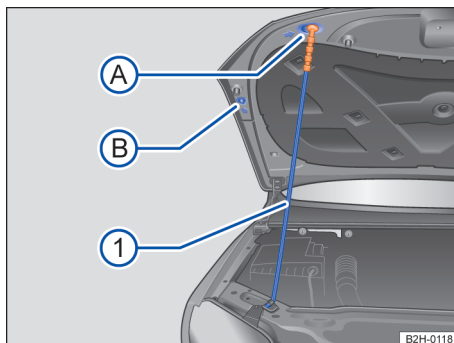

Fig. 181 Fijar el capó delantero con la varilla de sustentación (representación gráfica).
5. Desencajar la varilla de sustentación del puño en color de contraste, a la derecha de la pieza del frontal → fig. 181 ①.
6. Introducir la varilla de sustentación en el puño colorado, en la placa de apoyo → fig. 181 A o B.
2. Desencajar la varilla de sustentación del puño colorado, del hueco del paso y encajarla en la placa de apoyo, a la derecha de la pieza del frontal → fig. 181 ①.